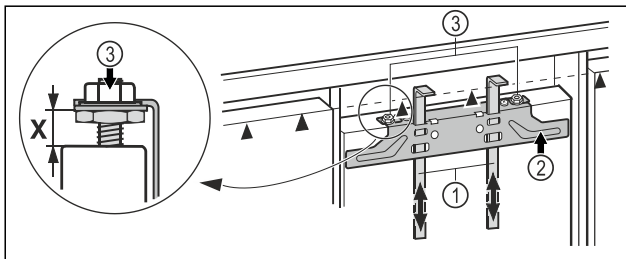

Fig. 16
- ▶ Împingeți ajutoarele de montaj Fig. 16 (1) până la înălțimea ușii mobilierului. Marginea inferioară de oprire▲ a ajutorului de montaj = marginea superioară a ușii mobilierului care urmează să fie montată.
- ▶ Deșurubați traversa de fixare Fig. 16 (2) prin intermediul contrapiulițelor Fig. 16 (3).